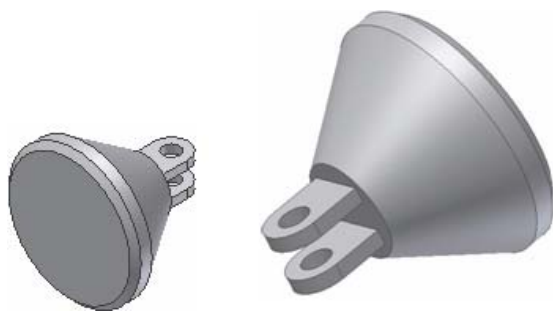
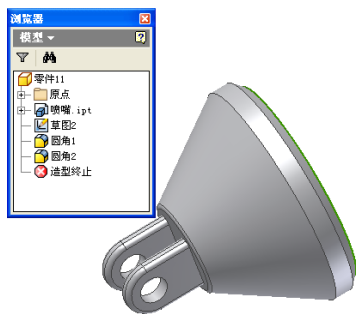

图 4-44 衍生零件的范例
图 4-46 添加了拉伸和倒圆角特征的衍生零件
(4) 在【衍生零件】对话框中，模型元素如实体特征以及定位特征、曲面、iMate 信息等以层次结构显示，并且左侧都有符号显示如和。单击这些符号则它们会互相转变。表示要选择包含在衍生零件中的元素，表示要排除衍生零件中不需要的元素，如果某元素用此符号标记，则在衍生的新零件中该元素不被包含。
(5) 指定创建衍生零件的比例系数和镜像平面，默认比例系数 1.0，或者输入任意正数。如果需要以某个平面为镜像产生镜像零件，可以选中【零件镜像】复选框，然后选择一个基准工作平面作为镜像平面。
(6) 单击【确定】按钮即可创建衍生零件。图 4-44 所示是衍生零件的范例示意图。
衍生的零件实际上是一个实体特征，与用拉伸或者旋转创建的特征没有本质的不同。创建了衍生零件之后，完全可以再次添加其他的特征以改变衍生零件的形状。在图 4-46 中，我们在图 4-44 所示的衍生零件的基础上添加了拉伸和倒圆角特征。